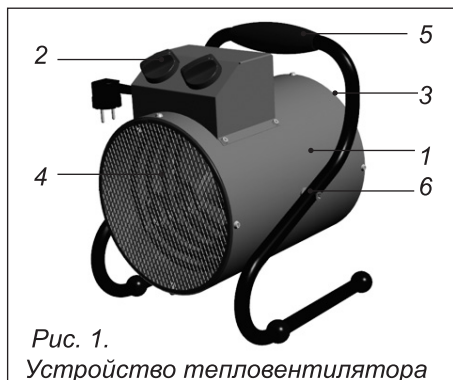

Рис. 1.
Несущая конструкция тепловентилятора (см. рис.1) состоит из корпуса (1), изготовленного из листовой стали и имеющего цилиндрическую форму. В корпусе размещены вентилятор и трубчатые электронагревательные элементы. Снаружи корпуса расположен блок управления (2). Корпус, закрытый воздухозаборной (3) и воздуховыпускной (4) решетками, винтами устанавливается к ручкеподставке (5) и имеет возможность поворота в вертикальной плоскости. Угол поворота фиксируется винтами (6). Вентилятор затягивает воздух через отверстия воздухозаборной решетки. Воздушный поток, втянутый вентилятором в корпус, проходя между петлями трубчатых электронагревательных элементов, нагревается и подается в помещение через отверстия воздуховыпускной решетки.